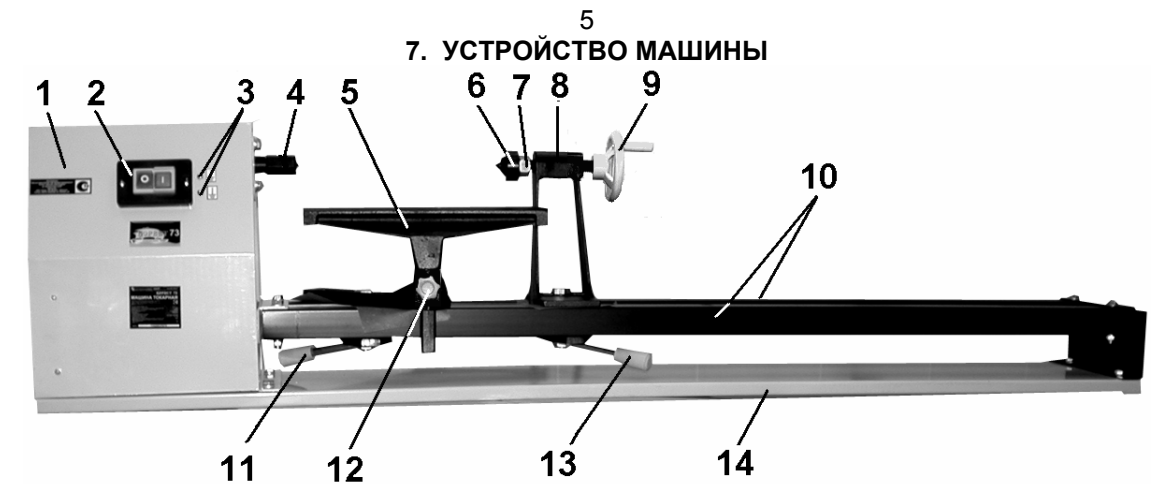

Рис. 2
7.1. Машина состоит из следующих сборочных единиц и деталей (Рис. 2):
8.1. Как показано на Рис.2, установите винт фиксации (2) подручника (5).
9.3. Задняя бабка (Рис. 2)
9.4. Подручник (Рис.2,7)
9.6. Установка планшайбы (Рис. 2,10)
10.1. Включение (Рис. 2,7,10)
На одном торце сделайте пропил ножовкой по дереву на глубину приблизительно 1,5 мм на каждой диагональной линии. Это необходимо для установки заготовки в ведущий центр (4) шпинделя (Рис.2.).
10.2.2. Установите заготовку между центрами (4) и (6) и зафиксируйте заднюю бабку (8) ручкой (13), Рис.2.
10.2.3. Отрегулируйте подручник (5) приблизительно на 3 мм от углов заготовки и на 3 мм над линией центров (4) и (6) (Рис. 2). Надёжно зафиксируйте опору подручника (28) и подручник (5).